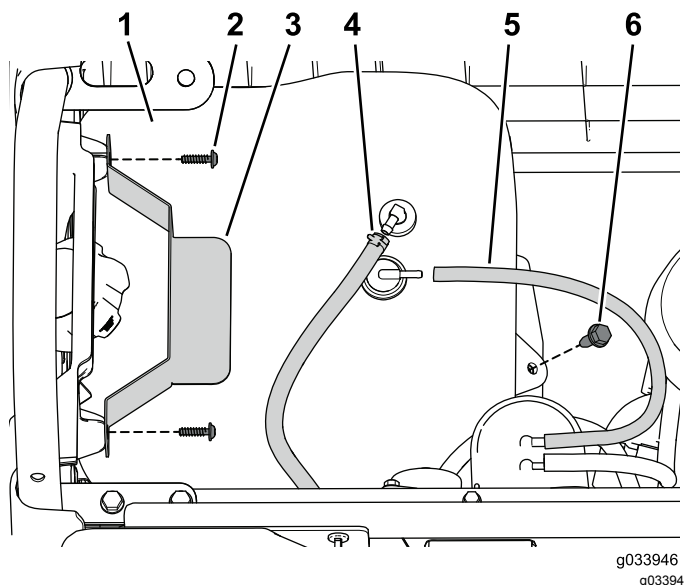

Figura 4
1. Remova o parafuso de cabeça flangeada que fixa o depósito de combustível ao tabuleiro do depósito (Figura 4).
2. Retire os parafusos que prendem a fixação (Figura 4).
3. Desligue a tubagem de ventilação e a linha de combustível do depósito (Figura 4).
7. Ligue a linha de combustível e tubo de ventilação ao depósito de combustível (Figura 4).
8. Prenda a fixação utilizando os parafusos previamente removidos (Figura 4).
9. Prenda o depósito de combustível ao tabuleiro do depósito utilizando o parafuso de cabeça flangeada previamente removido (Figura 4).